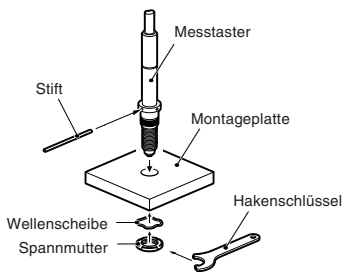

Abb. 1
- Für den Betrieb des Fühlers mit einer Unterdruckpumpe ist das Druckluftsystem entsprechend Abb.1 anzuordnen. Der optimale Druck liegt bei 40 bis 66,7 kPa. Darüber hinaus ist eine Blende (siehe Abb. 2) am vom Luftabheberanschluss kommenden Rohr anzubringen, um die Luftansaug- und Ausstoßgeschwindigkeit zu steuern. Der Fühler wird beim Luftausstoß zur Unterdruckpumpe gehoben.
- Verwenden Sie unbedingt die mitgelieferten Teile (Spannmutter, Wellenscheibe, Hakenschlüssel und Stift) zum Montieren der Messtaster (Abb. 1).